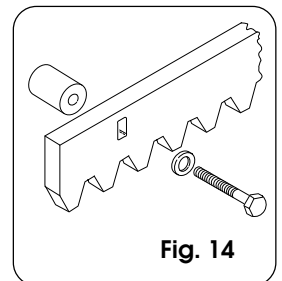

Fig. 14
**4.4.2. STALEN TANDHEUGEL DIE WORDT VASTGESCHROEFD (fig. 14)**